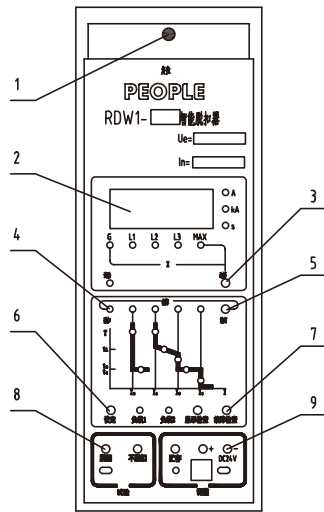
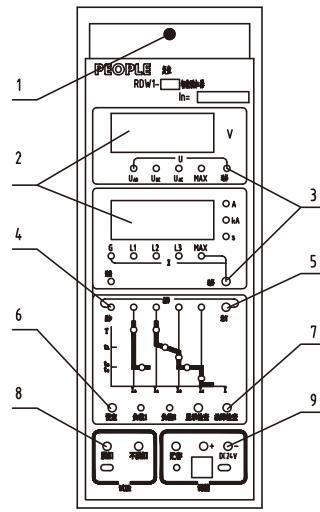

图25 M型不带电压表
图26 H型带电压表
9.2.2 RDW1-2000以上智能脱扣器面板（见图25、图26）